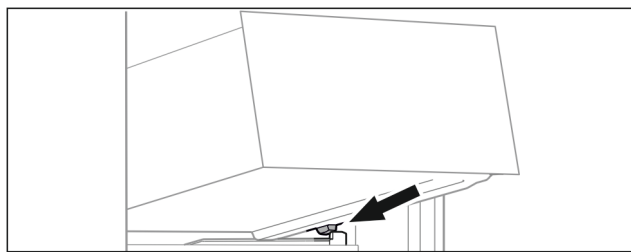

Fig. 121
- ▶ Nasad'te zásuvku šikmo za zarážky na žebrování na nádoby. (viz Fig. 121)